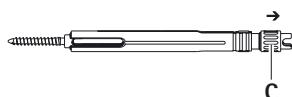

Fig. 6
- Desenroscar el tornillo aprisionador C en la dirección de la flecha hasta que aparezca la unión rosada en el sentido del extremo de trabajo, ver Fig. 6.